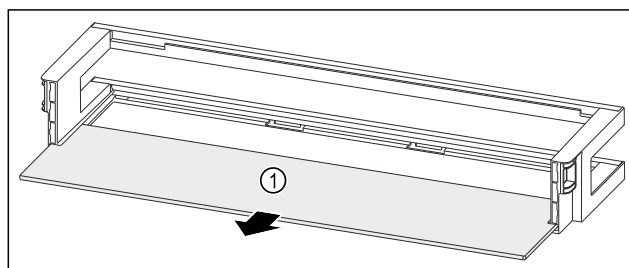

Fig. 235 Rafti i derës me raft mbajtës
- Hiqni raftin mbajtës Fig. 235 (1).